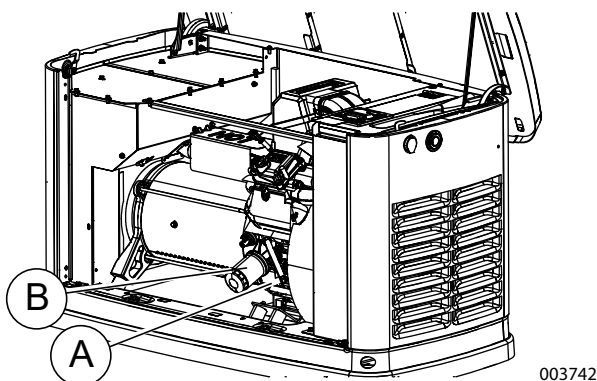

Figura 4-1. Ubicación del filtro y del drenaje del aceite
2. Consulte la **Figura 4-1**. Pocos minutos después de que el motor se detenga, cuando se haya enfriado un poco, levante la cubierta y retire el panel frontal. Tire de la manguera de vaciado de aceite (A) para liberarla de la pinza de sujeción. Retire la tapa de la manguera y drene el aceite en un recipiente adecuado.